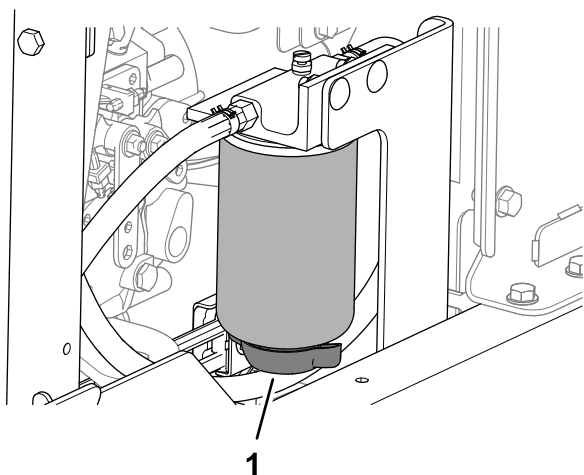

図 83
3. 水セパレータのドレンバルブの下に回収容器を置く **図 83**。